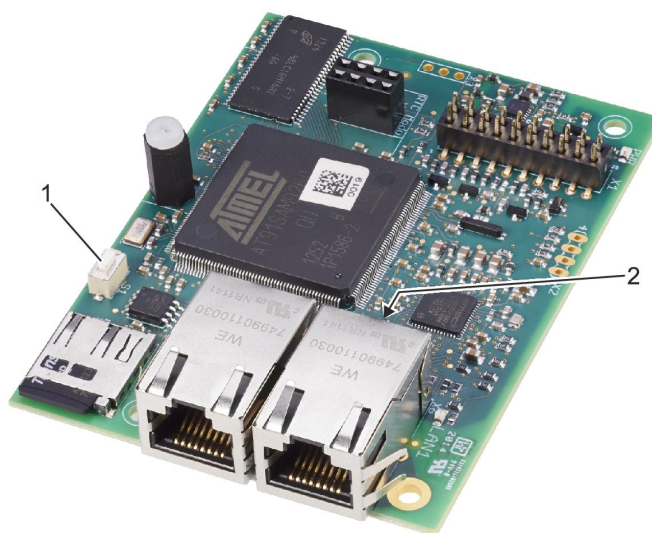

Fig. 1 : Bouton-poussoir de réinitialisation
Le bouton de réinitialisation (Fig. 1 /1) permet de choisir entre deux configurations IP et l'état d'origine au moment de la livraison.
L'EM-IP possède un bouton-poussoir de réinitialisation (Fig. 1 /1).
- ▶ Appuyez brièvement sur le bouton-poussoir de réinitialisation (Fig. 1 /1) (4 secondes maximum).
- ⇒ La LED de statut (Fig. 1 /2) s'allume en rouge pendant 2 secondes, puis le module est redémarré.
Pendant la phase de démarrage, la LED de statut (Fig. 1 /2) est orange.
- ▶ Appuyez sur le bouton-poussoir de réinitialisation (Fig. 1 /1) pendant 5 à 9 secondes (9 secondes maximum).
- ⇒ La LED de statut (Fig. 1 /2) clignote en vert, et l'EM-IP est réglé sur l'adresse IP par défaut (169.254.0.1) jusqu'au prochain redémarrage.
- ▶ Appuyez sur le bouton-poussoir de réinitialisation (Fig. 1 /1) pendant 10 à 14 secondes (14 secondes maximum).
- ⇒ La LED de statut (Fig. 1 /2) clignote en vert/rouge (par alternance) dès que le serveur DHCP est activé.
- ▶ Maintenez le bouton de réinitialisation (Fig. 1 /1) enfoncé pendant plus de 15 secondes.
- ⇒ La LED de statut (Fig. 1 /2) clignote en orange.